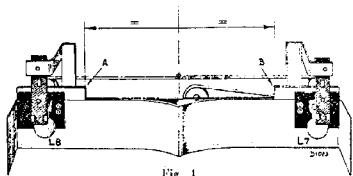

Fig. 4
29. Régler le tambour et le condensateur d'accord de telle manière que le petit raccord de la bande d'entraînement se trouve exactement entre les points A et B (figure 4).